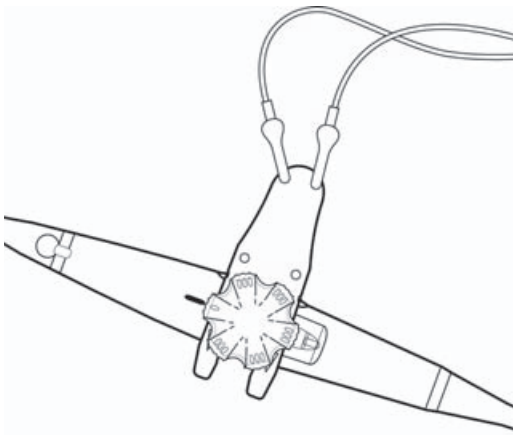

Рисунок 7 Присоединение инструмента для тестирования на наличие проколов
- b** Подсоедините красные электроды к инструменту для тестирования на наличие проколов, как показано на Рисунок 7.